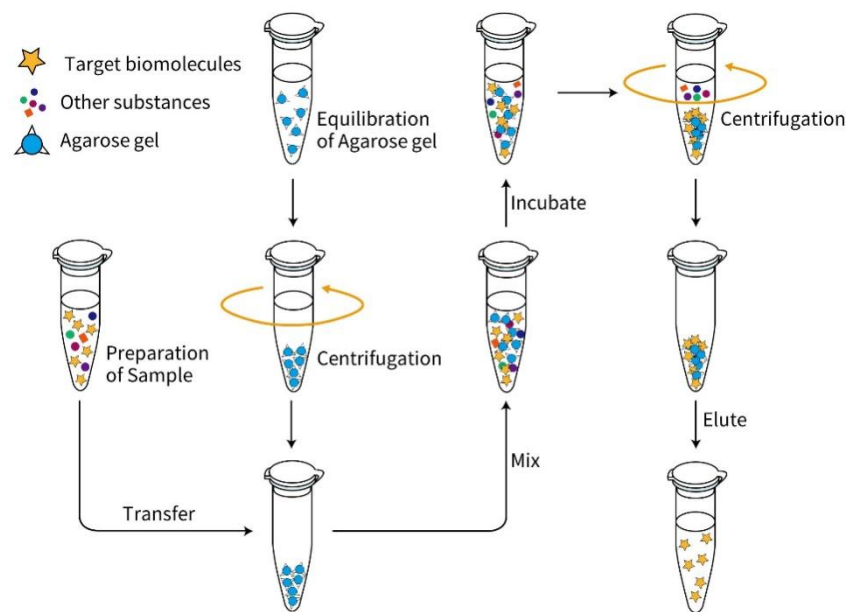

图1. 碧云天CM Agarose 6FF (CM琼脂糖凝胶) (P2069)用于非装柱的离心式直接纯化的实验流程图。
- CM琼脂糖凝胶在生物医学领域内应用非常广泛，可以特异性地纯化生物制药或生物工程下游的蛋白、多肽、抗体等；或分离细胞和植物中多糖物质，多用于分离中性、酸性和粘多糖等物质等；还可用于分离大量的基因组DNA以及细菌、细胞裂解液中质粒DNA。本产品可用于非装柱的离心式直接纯化，也可用于装柱后纯化。本产品用于非装柱的离心式直接纯化实验流程请参考图1。